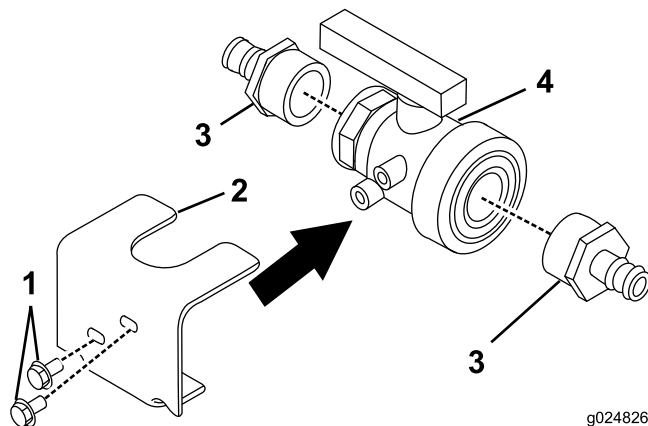

Figura 20
2. Montate il gruppo montaggio valvola a sfera (Figura 20).